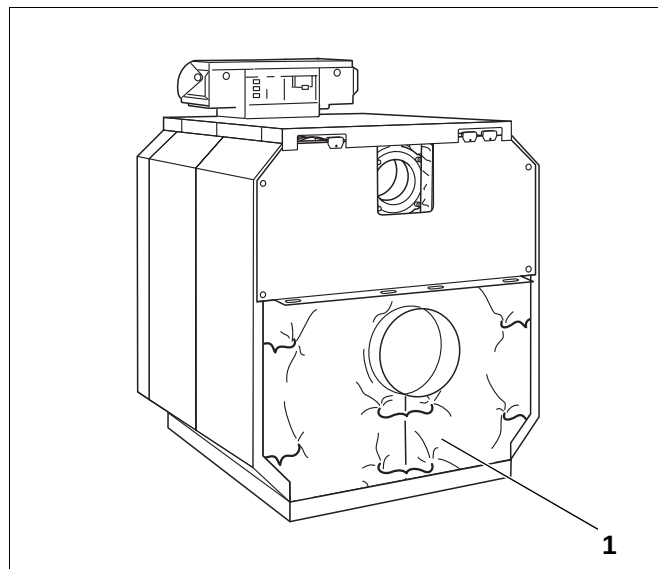

Fig. 70 Sammentrekking av bakelementets isolasjon
- Slå ned bakelementets isolasjon og trekk den sammen ved hjelp av spennfjæren under røykgasstussen (fig. 70, **pos. 1**).